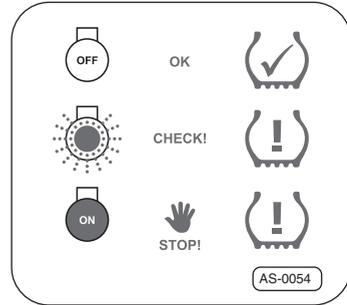

Fig. 13 · Funciones de la luz de control
2. Colocar el adhesivo conforme a ⇒Fig. 13 cerca de la luz de control.
La luz de control comienza a parpadear como en ⇒Fig. 13 o se ilumina de forma permanente en caso de pérdida de presión.